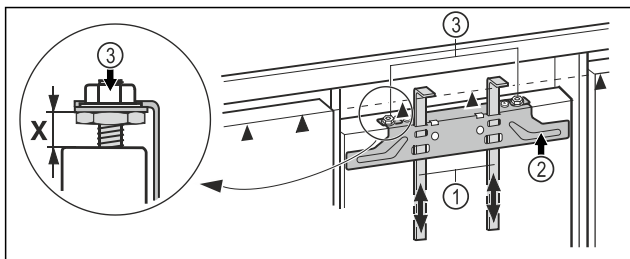

Fig. 44
- ▶ Împingeți ajutoarele de montaj Fig. 44 (1) până la înălțimea ușii mobilierului. Marginea inferioară de oprire▲ a ajutorului de montaj = marginea superioară a ușii mobilierului care urmează să fie montată.
- ▶ Deșurubați traversa de fixare Fig. 44 (2) prin intermediul contrapiulițelor Fig. 44 (3).